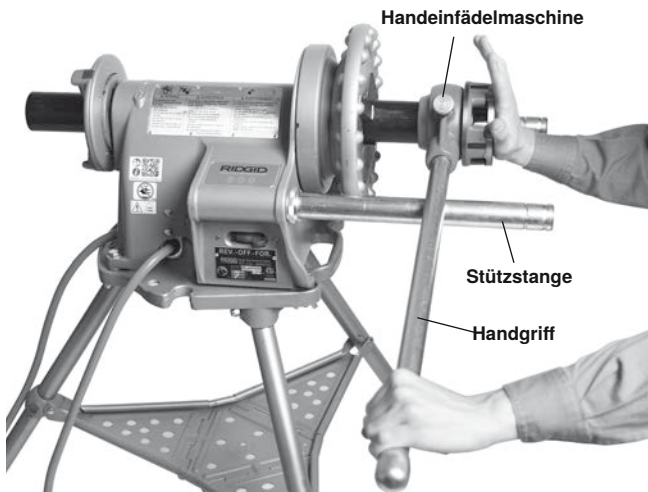

Abbildung 17 - Schieben der Handgewindeschneidmaschine auf das Rohr zum Einrasten der Schneidbacken
Platzieren Sie den Schneidkopf über dem Rohrende wie in *Abbildung 17* gezeigt. Legen Sie den Griff der Gewindeschneidmaschine auf die Stützstange auf der Schalterseite. Halten Sie das Ende des Griffs der Gewindeschneidmaschine mit der linken Hand. Um Verletzungen durch Quetschungen zu vermeiden, sollten Sie weder Hand noch Finger zwischen Griff der Gewindeschneidmaschine und Stützstange halten. Halten Sie den Griff in Kontakt mit der Stützstange. Tragen Sie Öl auf das Rohrende und die Schneidbacken auf.
2. Drücken Sie mit der rechten Handfläche gegen die Abdeckplatte des Gewindeschneidkopfes und halten Sie den Gewindeschneidkopf gegen das Ende des Rohres (*Abbildung 17*). Betätigen Sie den Fußschalter. Tragen Sie, während Sie auf die